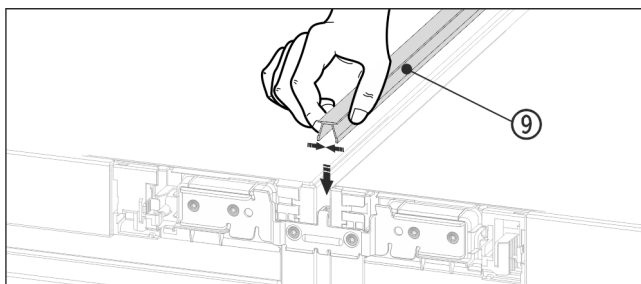

Fig. 17
- Sur le côté supérieur, pousser la baguette Fig. 17 (9) courte dans la fente horizontale.